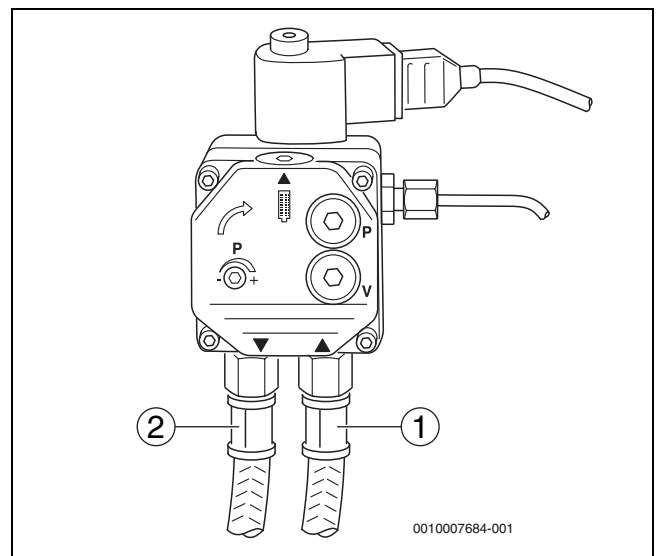

Рис. 18 Топливный насос – Danfoss
- ▶ Следите за тем, чтобы не перепутать подключение всасывающего и возвратного топливопроводов (→рис. 18 и 19).